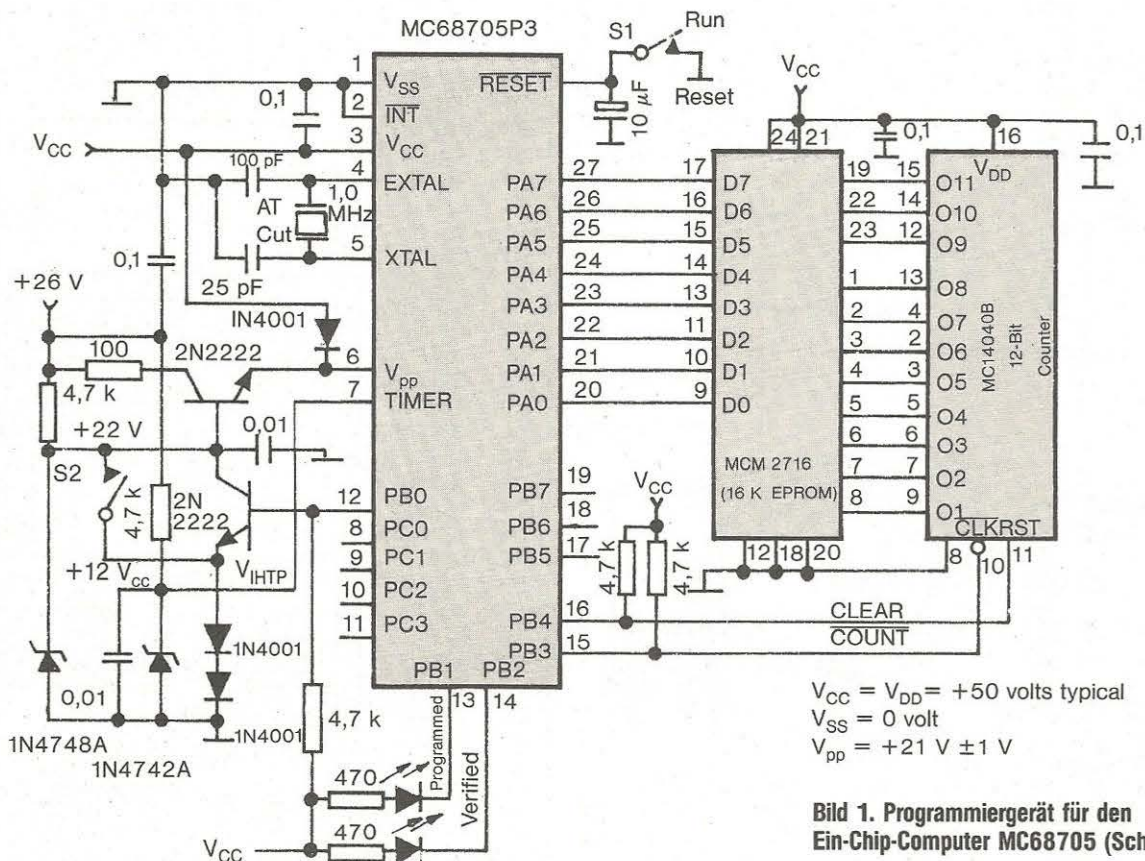

Bild 1. Programmiergerät für den Ein-Chip-Computer MC68705 (Schaltbild)
3. Zur Programmierung des Mikrocomputer-Chips ist eine spezielle Schaltung (Bild 1) erforderlich. Das im 2716-EPROM gespeicherte MC68705-Maschinenprogramm wird damit in das EPROM des MC68705 übertragen. Wie das funktioniert, können Sie im entsprechenden Absatz nachlesen.
So, jetzt wird's interessant, denn nun geht es an die Hardware, und zwar an das Programmiergerät zum MC68705. Wie eingangs schon erwähnt, ist dazu eine spezielle Schaltung erforderlich, die Sie in Bild 1 finden.